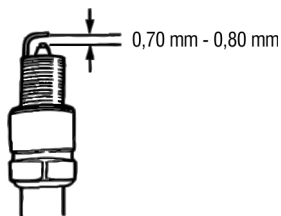

Fig. 15 – Folga da vela
- 7 – Para um correto funcionamento a folga da vela deve estar entre 0,70 mm e 0,80 mm, (fig. 15);